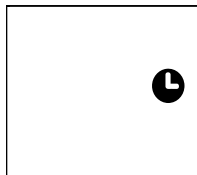

Fig. 4
- Trykk flere ganger til den tilsvarende tiden vises. Vent ca 5 sekunder, time-ren vil være aktiv, så bare symbolet vises på skjermen. (Fig.4)